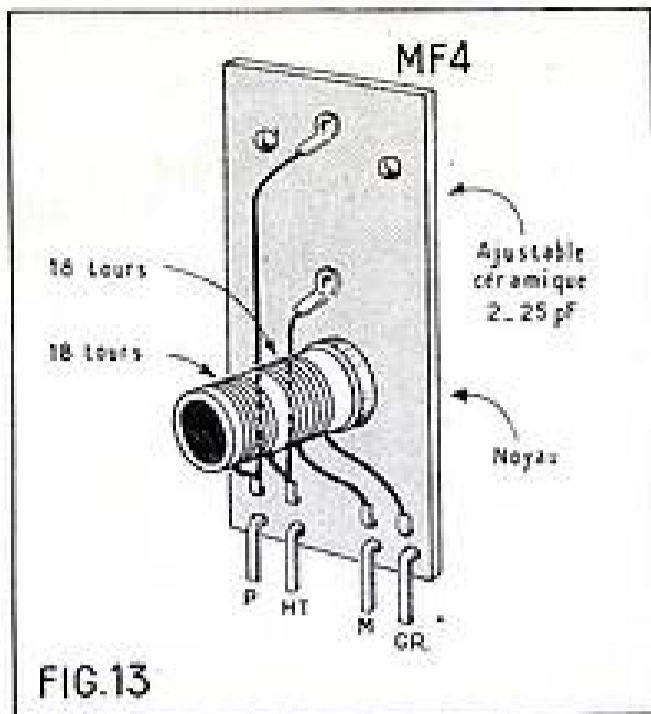

FIG.13
**Construction du transformateur MF4.** — Il est plus facile à faire que les deux précédents. On exécute sur un mandrin LIPA deux enroulements de 18 tours à spires jointives. Ces deux enroulements sont placés l'un contre l'autre et sont bobinés dans le même sens. Les connexions sont celles de la figure 13. Une fois terminé, ce transformateur est aussi muni d'un blindage.